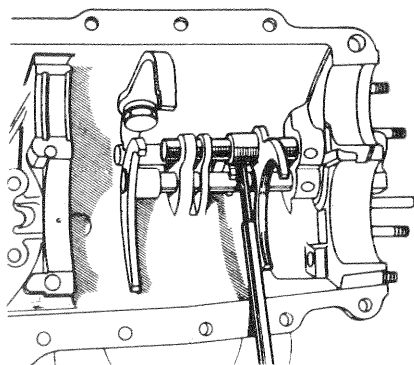

Fig. 55. — Extraction de la goupille élastique de la fourchette de 3e-4e
- Chasser la goupille élastique de la fourchette de 3e-4e à l'aide de la broche B Vi 31 A (fig. 55).